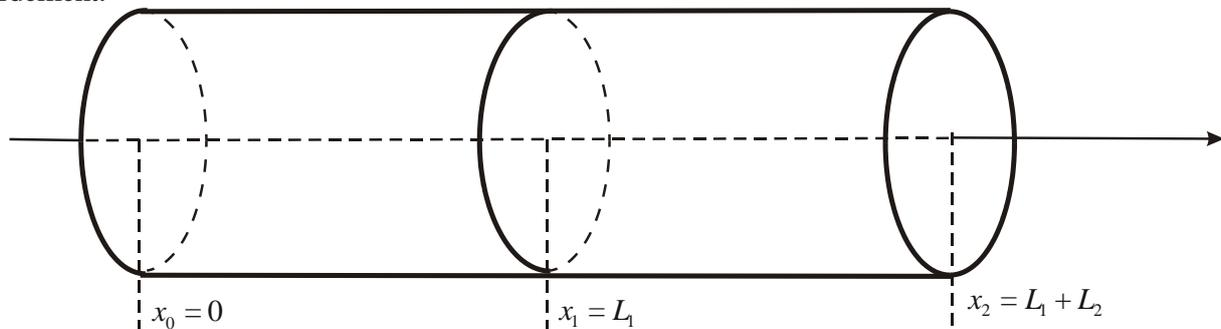

Figure 3
13. On associe deux cylindres  $A_1$  et  $A_2$  (figure 3) de résistances hydrauliques  $R_{Hy1}$  et  $R_{Hy2}$  de même section  $S$ , l'un est compris entre  $x_0 = 0$  et  $x_1 = L_1$ , le second est compris entre  $x_1 = L_1$  et  $x_2 = L_1 + L_2$ . On note  $P_0, P_1$  et  $P_2$  les pressions pour  $x_0 = 0, x_1 = L_1, x_2 = L_1 + L_2$ . On néglige les pertes de charges au niveau du raccordement.